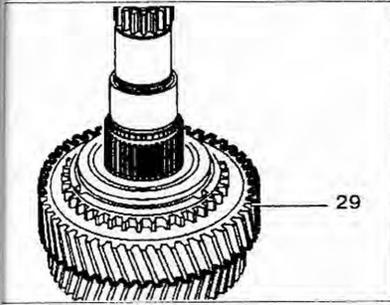

Рис. 4.36. Снимите шестерню 29 1-й передачи.
16. Снимите шестерню 29 1-й передачи (рис. 4.36).